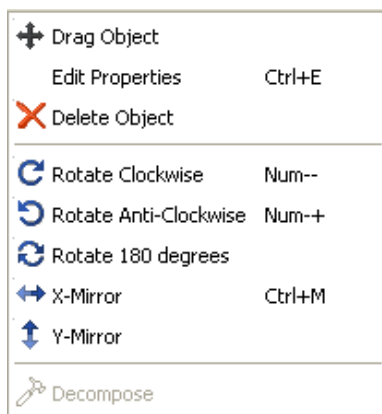

Figura 13: Janela de configuração do objeto.
**OBS:** Para mover, deletar, rotacionar um objeto, basta clicar com o botão direito sobre o mesmo e selecionar a opção de interesse, veja figura 13.